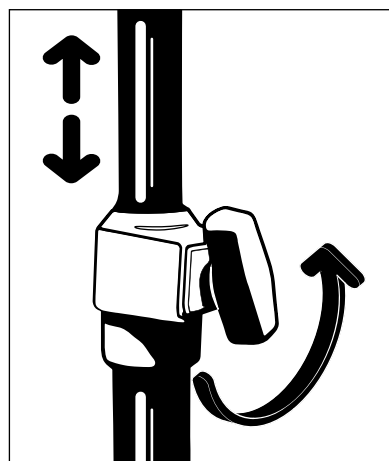

Figura 24 – Ajustarea piciorului pentru perfuzie
1. Rotiți în sens contrar acelor de ceasornic butonul telescopic pentru deblocarea piciorului pentru perfuzie (Figura 24).
4. Rotiți în sensul acelor de ceasornic butonul telescopic pentru a bloca piciorul pentru perfuzie (Figura 24).